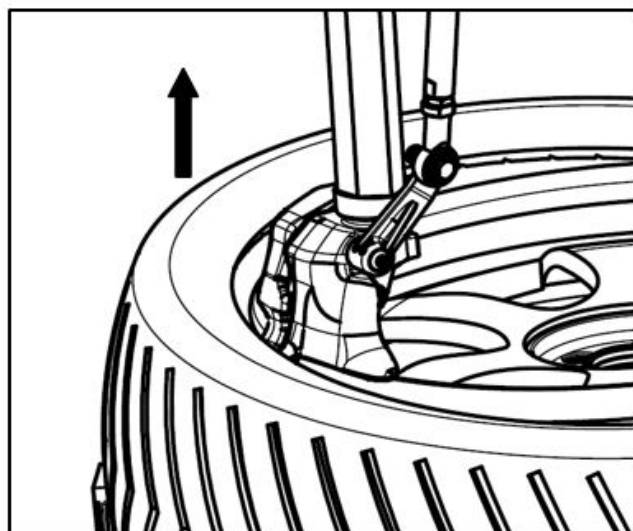

FIG30
- Når demontagehovedet er kommet ind under dækkanten, træk kontrolventilen op for at løfte dækkanten op på den cirkulære forhøjning på demontagehovedet som vist i FIG30. Træd derefter på rotationspedalen for at observere dækkanten og demontagekrogen – hvis der ikke er nogen unormalitet, træd pedalen helt ned for at dreje drejeskiven med uret og tage den øverste dækkant af.